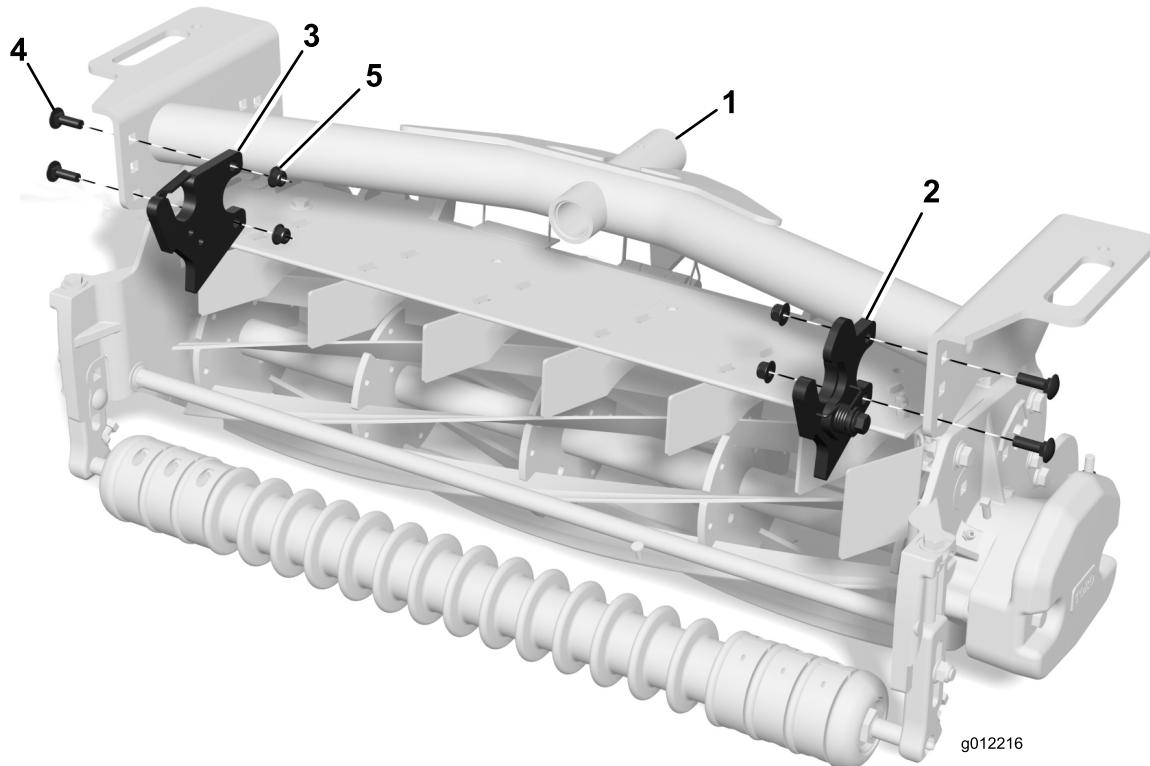

Bild 4
3. Befestigen Sie eine Führung mit zwei Schlossschrauben (5/16" x 1") und Bundmuttern (5/16") innen am rechten Ende jedes Trägerrahmens, wie in **Bild 4** dargestellt.
(5/16") innen am linken Ende jedes Trägerrahmens, wie in Bild 4 dargestellt.